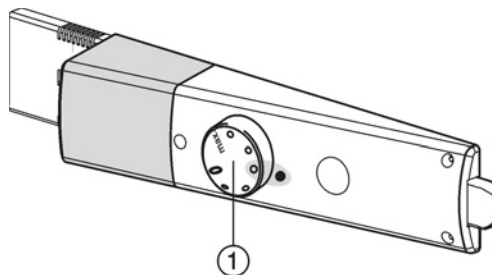

Fig. 2
- ▶ Поверните регулятор температуры Fig. 2 (I) вправо с положения 0 в положение 3.